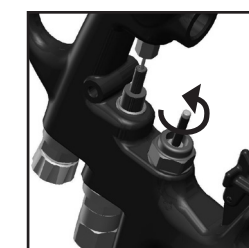

Fig. 27
2. Dévisser la vanne d'air avec une clé de 14 mm. (voir fig. 27).